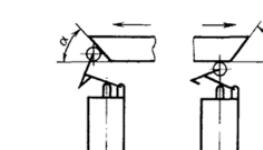

Рис. 5
8.8.5 Выключатели ВПК 2112 предназначены для работы с проходным нереверсивным упором (**рисунок 5**), но могут работать и с непроходным реверсивным и толкающим упорами, при этом угол набегания упора α и угол сбегания β должны быть не более 40°.